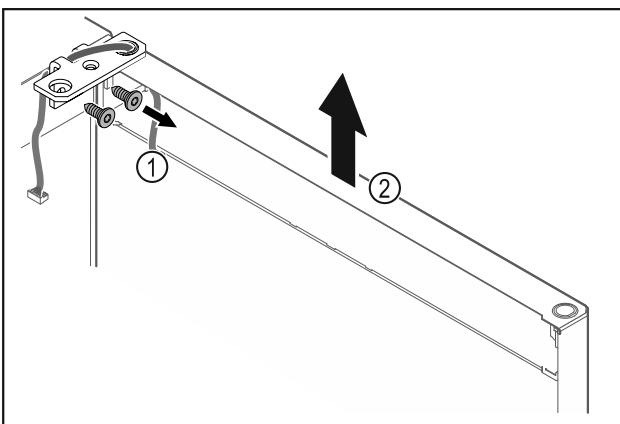

Fig. 25
- Scharnierwinkel Fig. 25 (1) abschrauben.
- Tür inklusive Scharnierwinkel Fig. 25 (2) circa 200 mm (7.87 in) gerade nach oben heben und abnehmen.